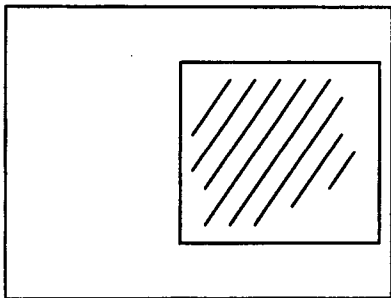
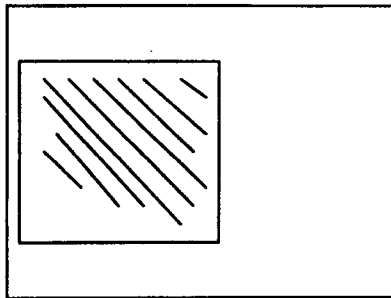

图 1-1 印刷位置移后
图 1-2 印刷位置移前
①印刷前后位置的调整功能。当印刷品出现如图 1-1 所示情况时,为印刷位置移后,这种情况会造成原稿尾部图像丢失,印刷不完整;当印刷品出现如图 1-2 所示情况时,为印刷位置移前,这种情况可能造成原稿顶部图像丢失,同样会使印刷不完整。